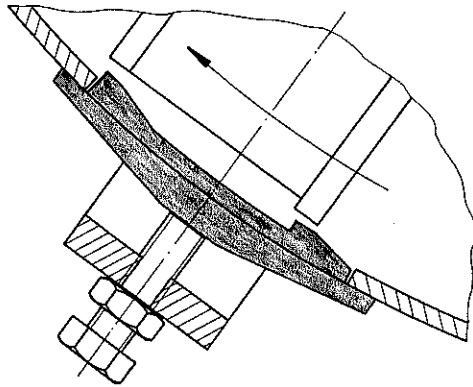

Abb. 10
Der KRONE-Mais-Chopper ist mit zwei Reibplatten (1) ausgestattet. Zum Häckseln von Grünmais ist es sinnvoll, die beiden Reibplatten (1) entsprechend der Abb. 10 einzubauen. In dieser Einbaulage wird ein Vermischen der Erntegutes vermieden.